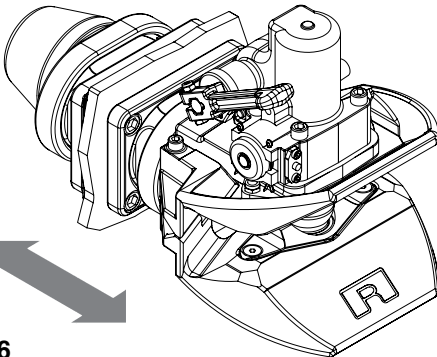

Abb. 6
- Kupplungskopf (nicht Fangmaul) in abgekuppeltem Zustand in Fahrrichtung kräftig bewegen (s. Abb. 6): Es darf **kein Längsspiel** feststellbar sein.